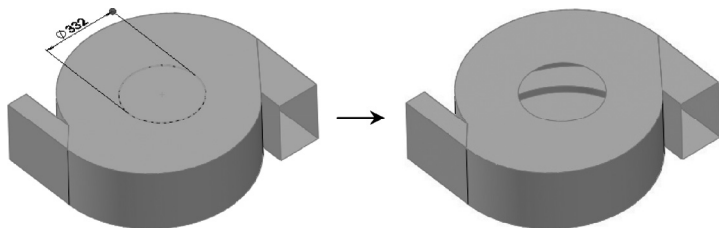

图 4-137 创建分割线并执行删除面操作
STEP 6 在下部面中绘制直径为 332mm 的圆,并使用此圆创建“分割线”,然后执行“删除面”操作,将线内的面删除,如图4-137所示。